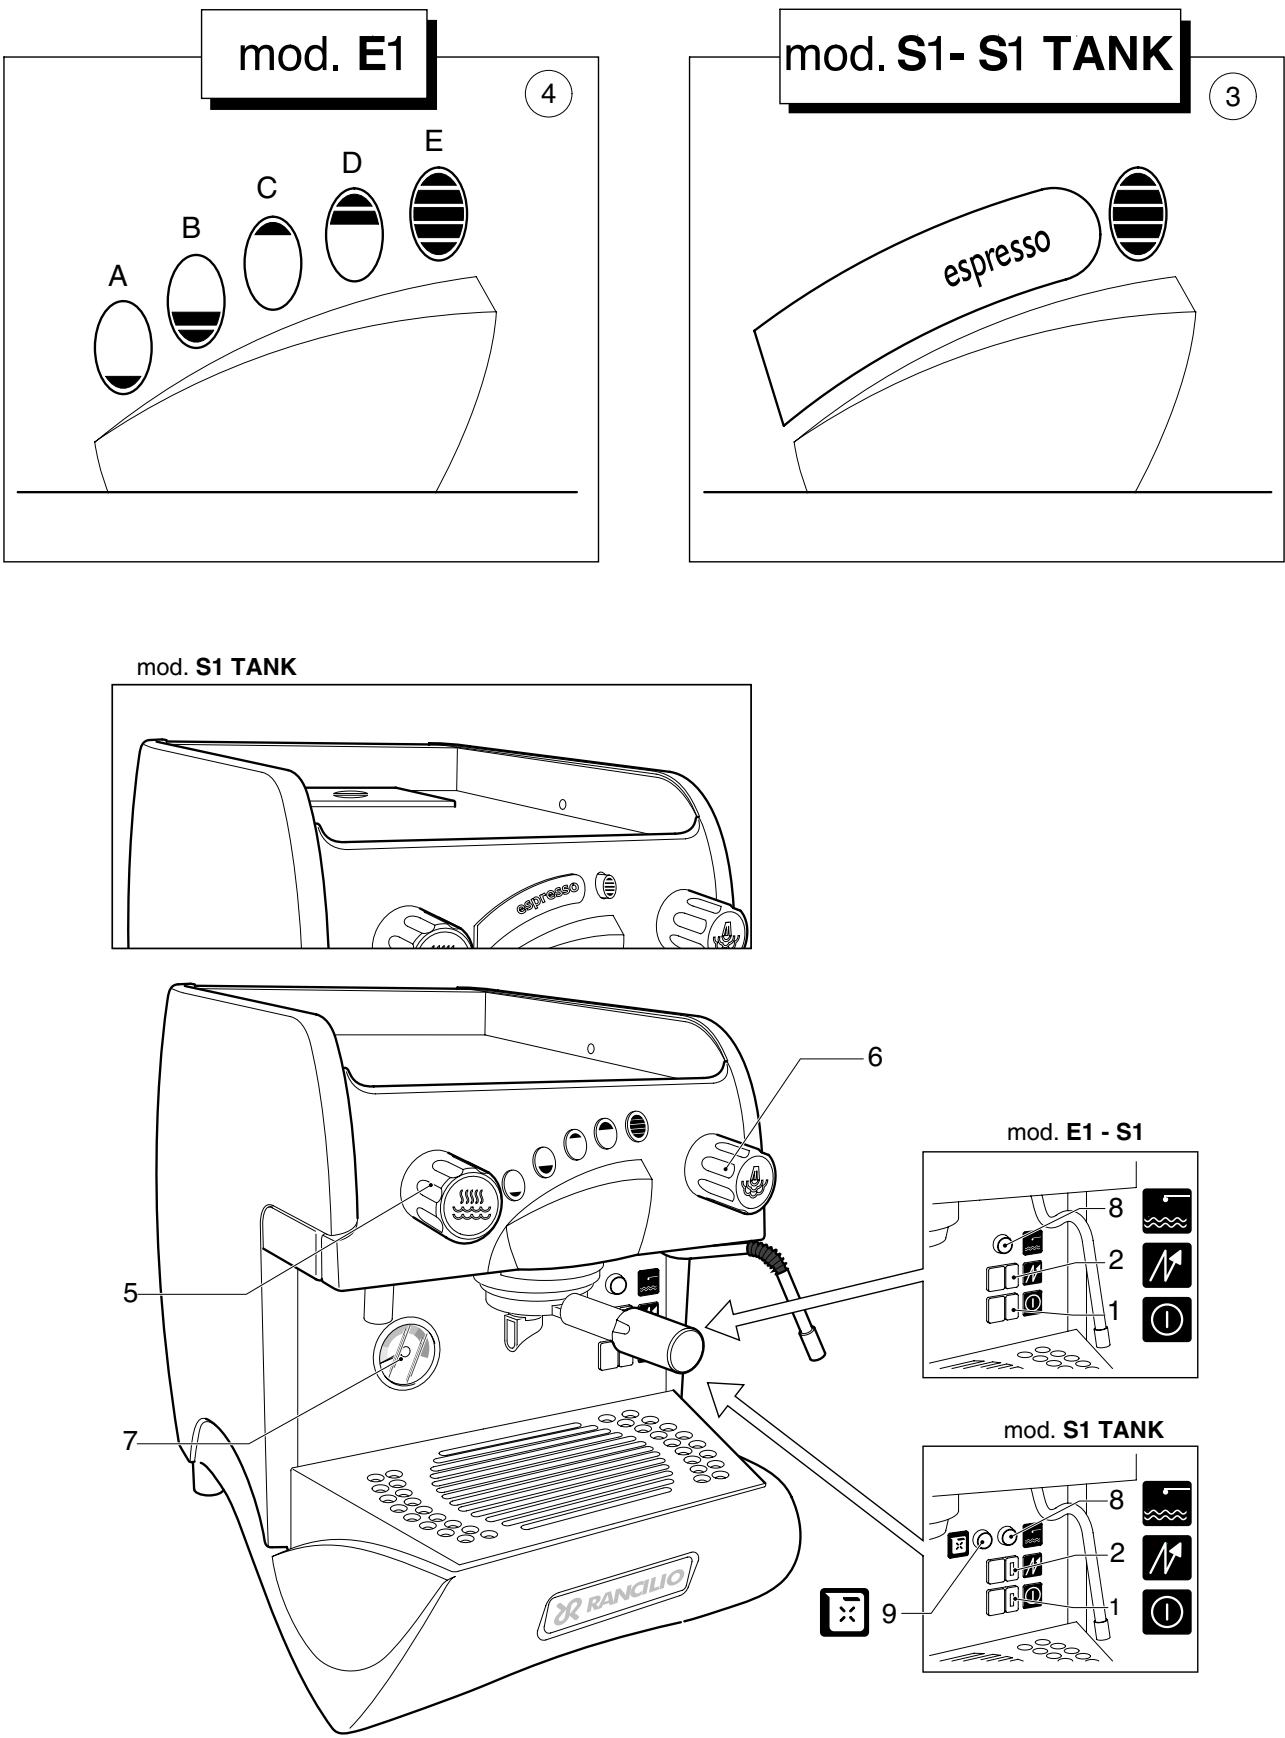

Fig. 8
## 7.2. Strumenti di controllo (Fig.8)
- Immettere 2 litri di acqua nel serbatoio e richiudere il coperchio; verificare la spia (9 - Fig.8)
- Attendere che sia raggiunta la pressione di esercizio, ago del manometro (7 Fig.8) sulla zona verde, e che la macchina raggiunga il giusto equilibrio termico.
- Posizionare la tazza sotto i beccucci erogatori, avviare l'erogazione con il comando 3 o la tastiera 4 secondo il modello (Fig.8).
- Aprire il rubinetto vapore (6 - Fig.8) e abbassare il recipiente fino a che lo spruzzatore sfiori la superficie del latte.
- Aprire gradualmente il rubinetto vapore 6 (Fig.8); il vapore gorgogliando nel liquido, gli cede calore portandolo fino alla temperatura desiderata.